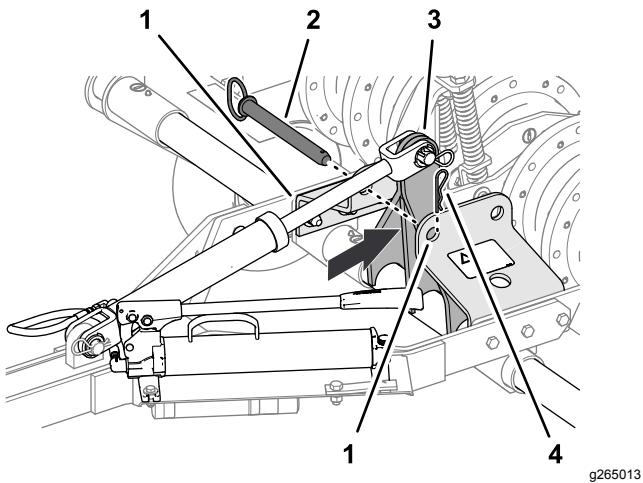

Figure 12
5. Avec la pompe hydraulique manuelle, déplacez le bras de levage (Figure 12) juste derrière les trous avant du support de la barre de verrouillage (position de transport).
6. Insérez la goupille de la barre de verrouillage dans les trous avant du support de la barre de verrouillage et fixez-la dans le support avec la goupille fendue (Figure 12).